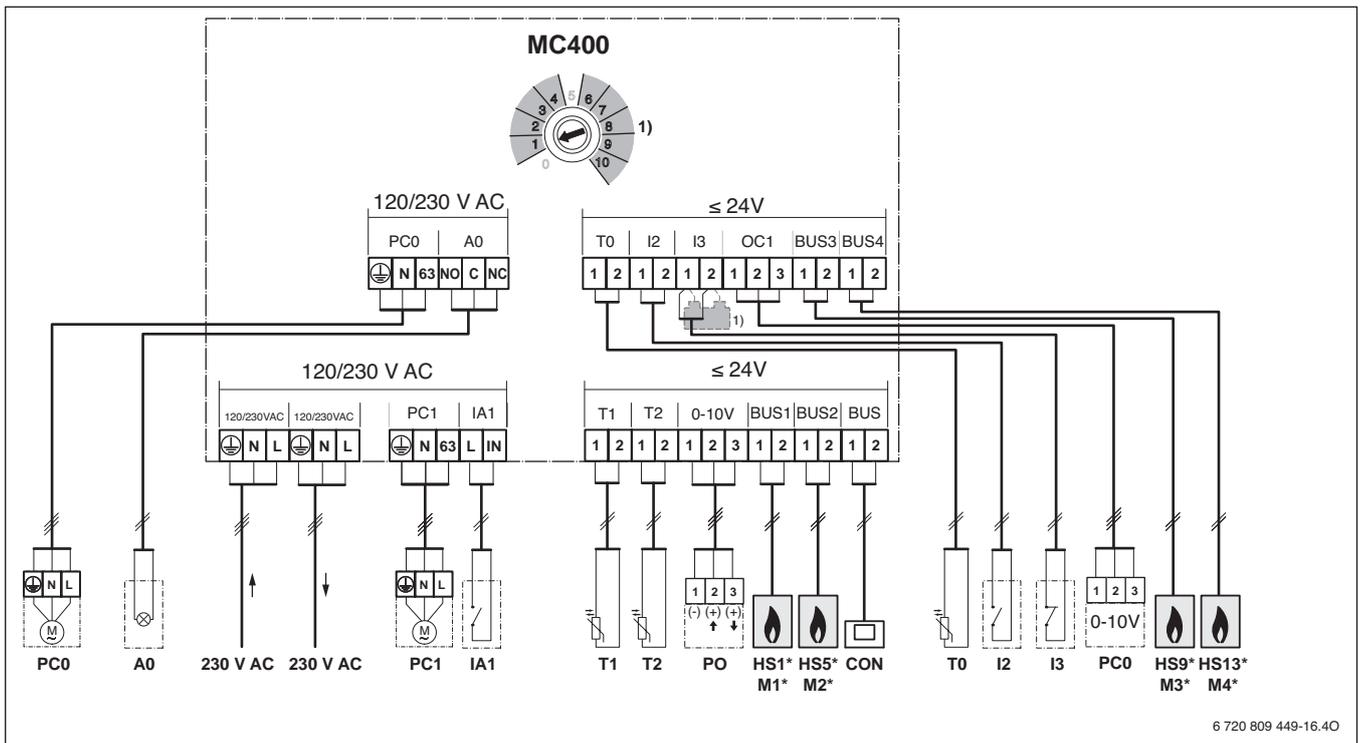

Bild 86 Anschlussplan MC400
- Jeder EMS-Kessel (Anschlussklemme „BUS“ und „EMS“) wird einzeln mit dem Modul MC400 verbunden (MC400 Anschlussklemme „BUS1 ... 4“) → Bild 86, Seite 103. Die anlagenseitigen Funktionsmodule und Fühler werden direkt am Modul MC400 installiert, nicht am Wärmeerzeuger → Bild 85, Seite 101.